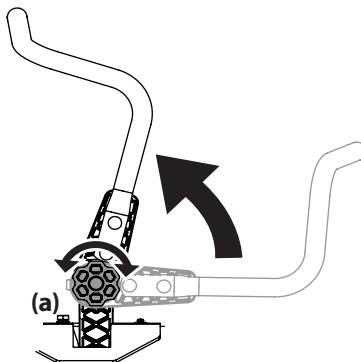

Figura 13
1. Gire la perilla (a) en el sentido contrario a las agujas del reloj para aflojar la perilla (a). Consulte la Figura 13.
3. Gire la perilla en el sentido de las agujas del reloj para asegurar la palanca de control de la transmisión en su posición. Consulte la Figura 13.